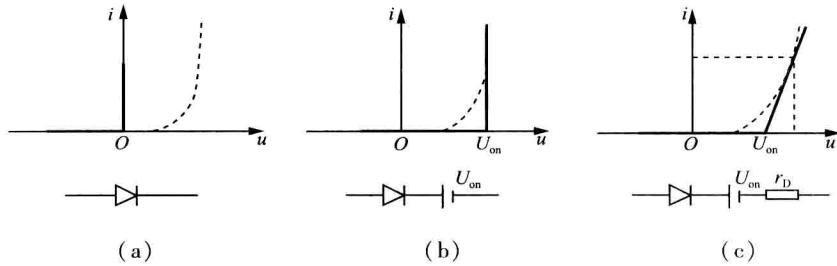

图 1.2 由伏安特性折线化得到的等效电路
(1) 理想二极管: 二极管导通时正向压降为零，截止时反向电流为零。用空心的二极管符号来表示，如图 1.2(a) 所示。
(2) 恒压降模型: 二极管导通时正向压降为一个常量  $U_{on}$ ，截止时反向电流为零。因而等效电路是理想二极管串联电压源  $U_{on}$ ，如图 1.2(b) 所示。
(3) 折线模型: 当二极管正向电压  $U$  大于  $U_{on}$  时，其电流  $I$  与  $U$  成线性关系，直线斜率为  $1/r_D$ 。二极管截止时反向电流为零。因此，等效电路是理想二极管串联电压源  $U_{on}$  和电阻  $r_D$ ，且  $r_D = \Delta U / \Delta I$ ，如图 1.2(c) 所示。